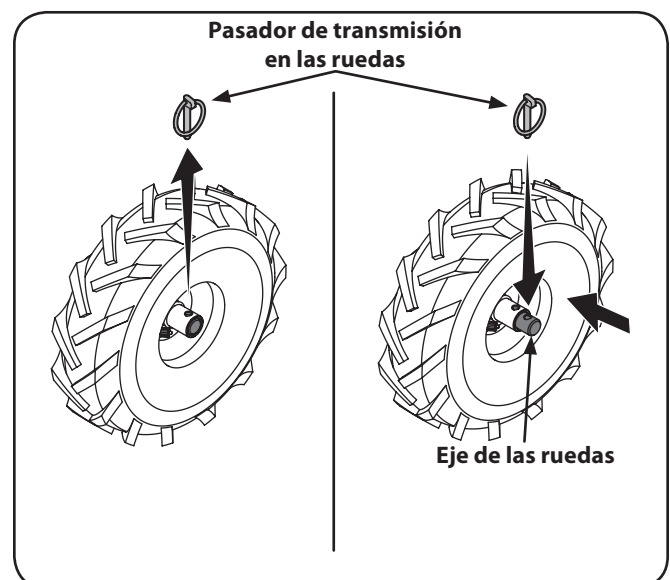

Figura 3-5
- Retire el pasador de transmisión de la rueda del cubo de la rueda y eje de la rueda. Vea la Figura 3-5.
- Deslice la rueda totalmente hacia adentro en el eje de la rueda. Reinstale el pasador de transmisión en las ruedas a través del eje de la rueda únicamente (no a través del cubo de la rueda). Ver Figura 3-5. Ahora, la rueda debe girar libremente (ruedas libres) sobre el eje de la rueda. Repita el procedimiento con la otra rueda.